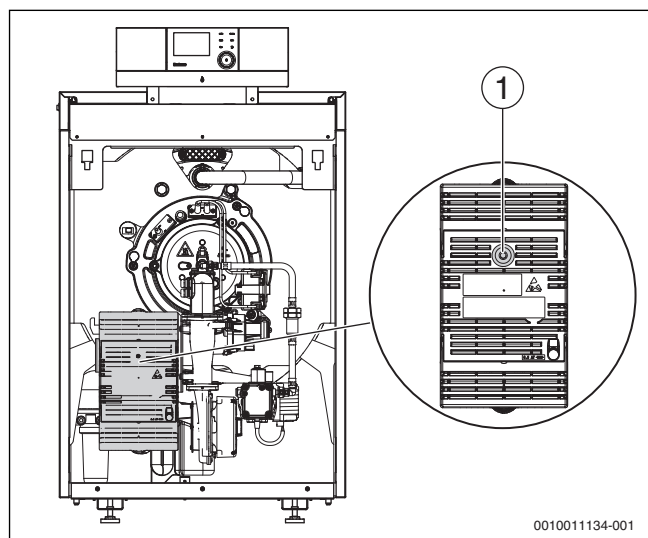

Bild 108 Störungen am Feuerungsautomaten zurücksetzen
- ▶ Reset-Taste am Feuerungsautomaten drücken (→ Bild 108). Die Störung wird nicht mehr im Display angezeigt.